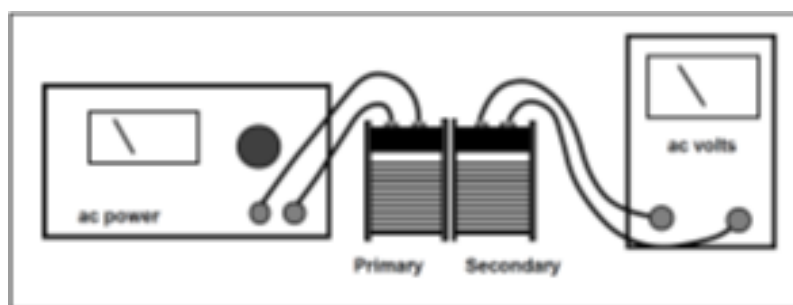

Figura 11.2: Esquema de montagem das bobinas.
2. Conecte uma bobina na fonte de 12 V e a outra em um multímetro como mostra a Figura 11.2. Note que o multímetro deve estar programado para medir tensão CA. A bobina da esquerda será chamada de primário e a da direita de secundário do transformador.